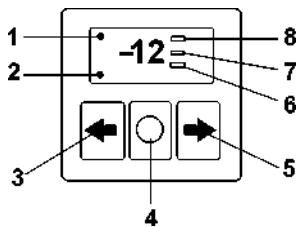

Рис. 3.24. Пульт управления отопителем:
**Управление отопителем** осуществляется с рабочего места водителя пультом управления отопителя 17 (рис. 3.1) и рис. 3.24.
С пульта рис. 3.24 можно осуществить запуск и остановку отопителя в ручном режиме, установку режима работы (по мощности или по температуре), индикацию установленной температуры или мощности, индикацию температуры (с датчика, встроенного в нагреватель, пульт или внешнего, если он подключен), индикацию кода неисправности при отказах в работе отопителя.
При первоначальном подключении отопителя к электросети автомобиля или после перерывов в электропитании на пульте в зависимости от температуры окружающей среды высветится, например, следующая информация - температура в зоне встроенного датчика в нагревателе минус 12 °С (рис. 3.24), если в зоне датчика будет плюсовая температура, то знака минуса перед цифрой не будет. В целях экономии электроэнергии через 20 секунд после последнего нажатия на любую из кнопок индикатор перестает светиться, при этом светодиод N1 или N2 выбранного режима будет:
Для запуска отопителя необходимо нажать на кнопку "О" рис. 3.24 один раз, если индикатор светится, и два раза, если индикатор не светится.